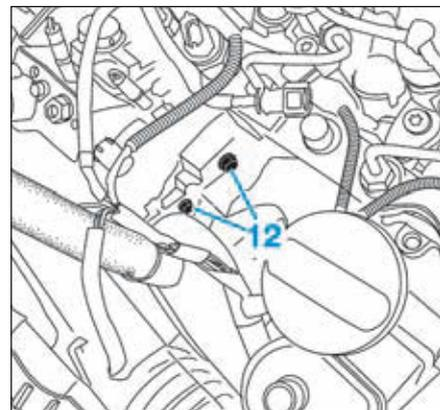

FIG.73
- les vis du support arrière de la pompe haute pression (12) (Fig.73),